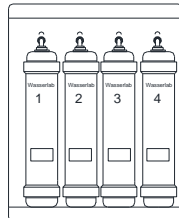

Figure 11.3
- Accéder à l'emplacement des cartouches de résine (Cartouches [3] et [4]): Les cartouches sont installées à l'intérieur de l'équipement, sur le côté droit. Retirez le capot droit pour accéder aux cartouches. Voir figure 11.3.